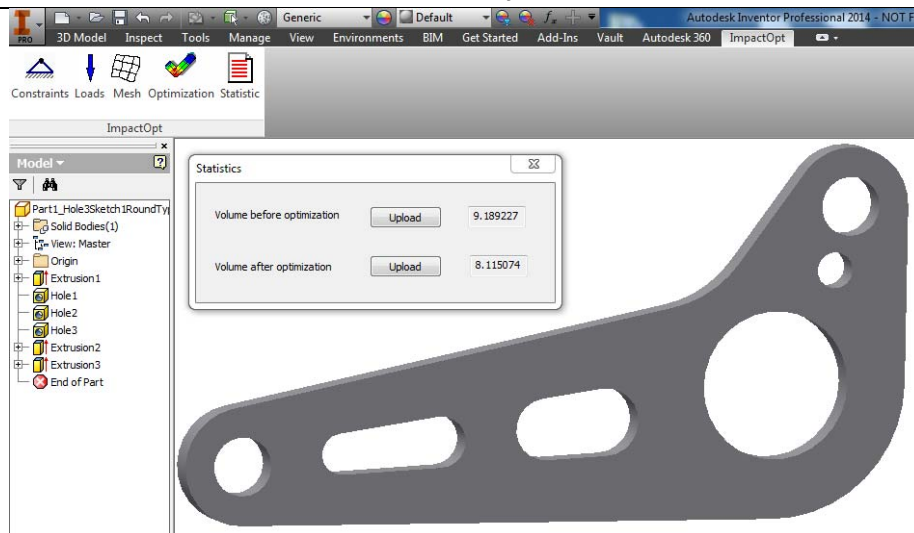

Рис. 8. По результатам розрахунку коректується форма виробу
- по результатам оптимізації топології структури розраховується зміна об'єму і по результатам розрахунку коректується форма (рис. 8).
Отже, після розрахунків ми отримаємо оптимізовану форму виробу (рис. 8), яка характеризується вже меншою масою і об'ємом відповідно. В результаті зменшується собівартість моделі при таких самих характеристиках міцності, які були до оптимізації. Якість кінцевої форми деталі залежить від ступеня розбиття моделі на сітку кінцевих елементів. В той же час непотрібно забувати, що достатньо мале розбиття призведе до збільшення часу розрахунку. Згідно з результатами розрахунку інженер бачить місця, де можливо видалити зайвий матеріал, і може тим самим скоректувати форму деталі. Так як розрахунок динамічний і частотний, обчислення займають достатньо багато часу, але в той же час такий підхід дає можливість брати до уваги усі фактори, що впливають на характеристики міцності деталі. В даній розробці використана повна інтеграція програмного комплексу Impact в Autodesk Inventor. В подальшому для збільшення швидкості розрахунку моделі оптимізації топології структури, необхідно ядро, що виконує обчислення, винести в хмарну структуру на потужні сервера.